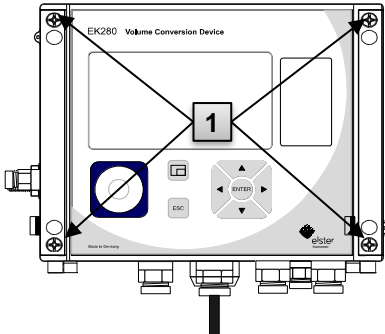

Abb. 30
2. Abb. 30: **1**), mit denen das Gehäuse verschlossen ist.
10. Schließen Sie das Gehäuse mit Hilfe der dafür vorgesehenen Schrauben (Abb. 30: **1**).